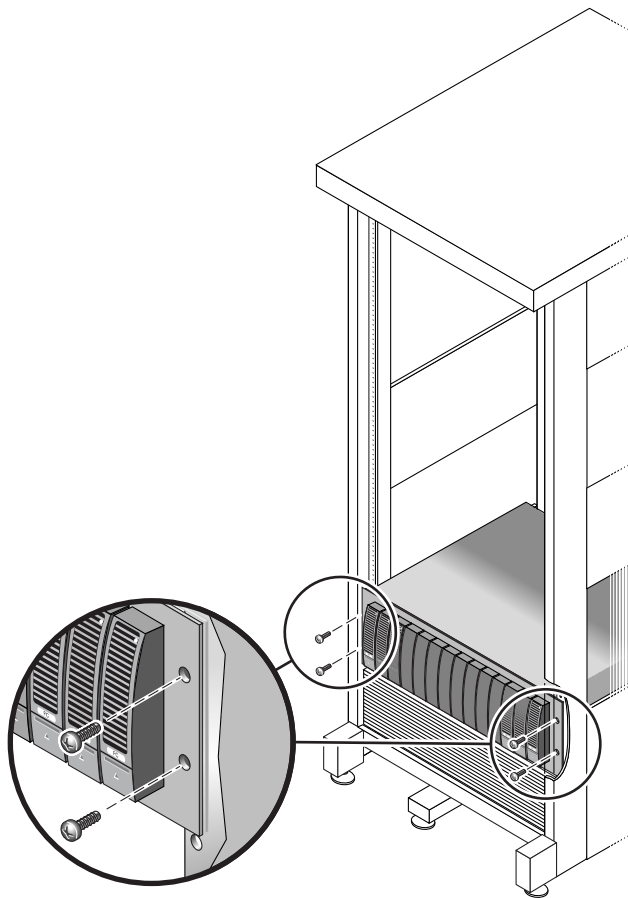

図 2-17 格納装置の Sun Rack 900/1000 キャビネットの正面への固定
- Sun Rack 900/1000 キャビネットを使用する場合は、プラスのねじ回し (Phillips の 3 番) を使用して、M6 ねじを 4 本 (左右に 2 本ずつ) 取り付けてしっかりと締め、格納装置をキャビネットの正面に固定します (図 2-17)。